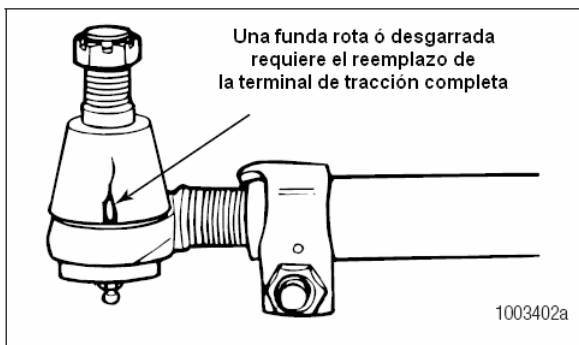

Figura 5.9
5. Verifique si la funda tiene rupturas ó rasgaduras. También verifique si hay daño en los sellos de la funda. Reemplace la barra de acoplamiento completa si la funda está dañada ó si ésta falta. Figura 5.9